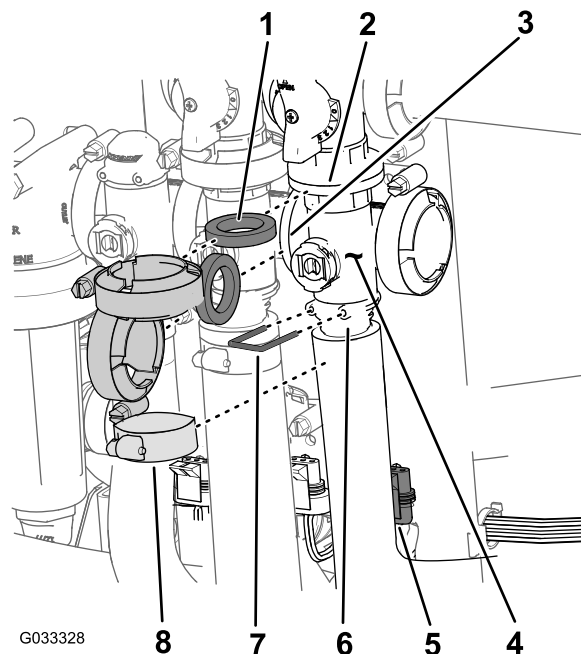

Figura 71
- Îndepărtați clemele și garniturile care fixează colectorul pentru supapa de seciune principală (Figura 71) la supapa de bypass seciune principală, supapa de agitare și supapa colector seciune principală (la capătul furtunului pentru debitmetru).
- Îndepărtați opritorul care fixează fittingul de ieire la colectorul pentru supapa de seciune principală (Figura 71).